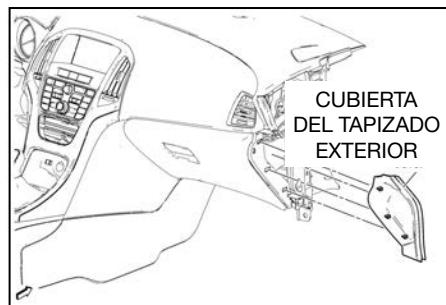

Fig. 13
2. Retire la cubierta del tapizado exterior del panel de instrumentos del lado del pasajero (ver Fig. 13).